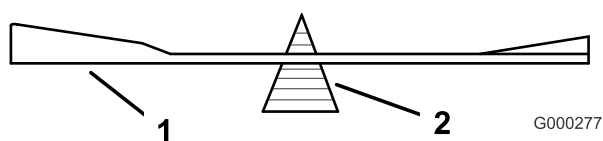

Figura 68
2. Verifique el equilibrio de la cuchilla colocándola sobre un equilibrador de cuchillas (Figura 68). Si la cuchilla se mantiene horizontal, está equilibrada y puede utilizarse. Si la cuchilla no está equilibrada, rebaje algo el metal en la parte de la vela solamente
(Figura 68). Repita este procedimiento hasta que la cuchilla esté equilibrada.